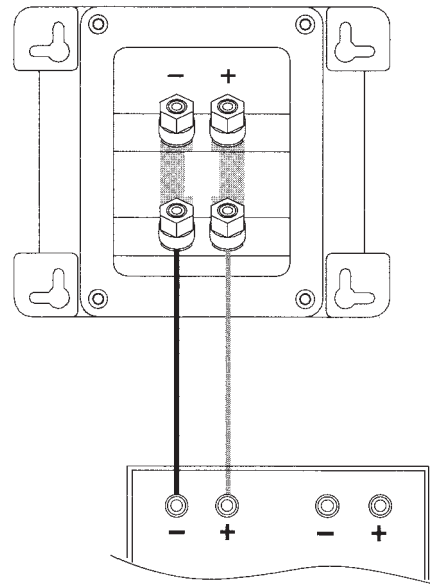

РИСУНОК 6
2. Повторите процедуру для второй тыловой АС. **Смотрите рисунок 6.**